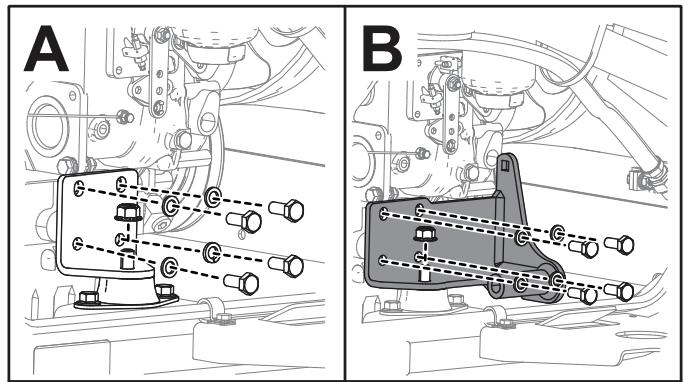

図 6
1. 図6のAに示すように、エンジンをフレームに固定するためのプラケットを取り外す。
2. 図6のBに示すように、ギアポンププラケットを取り付ける先ほど取り外したボルト、ワッシャ、ナットを使用する。